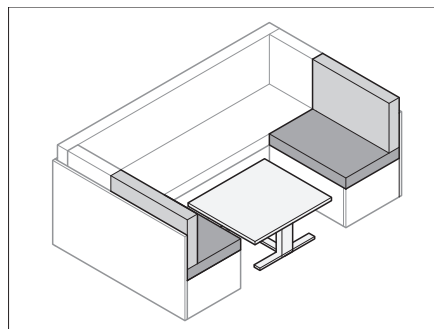

Fig. 73 Transformation de la table
- Transformer la table (Fig. 73) en sommier de lit (voir paragraphe 6.8).